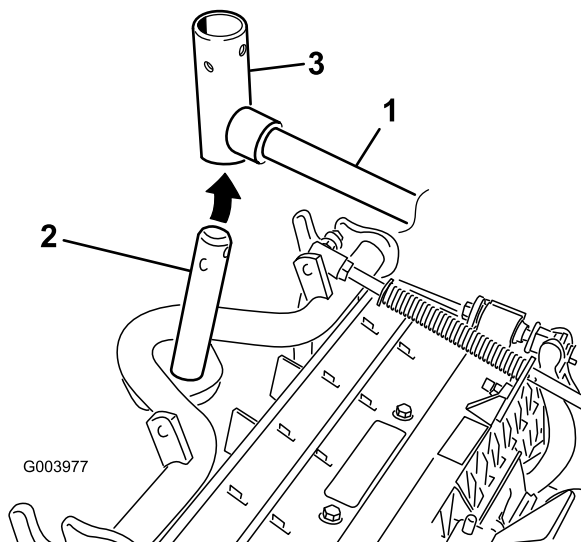

図 11
8. フロントに取り付けるカッティングユニットは、昇降アームの下に入れるときにキャリアフレームのシャフトを立てて昇降アームのピボットヨークに挿入する（図 11）。
- B. 昇降アームのヨークをキャリアフレームのシャフトに通す（図 11）。